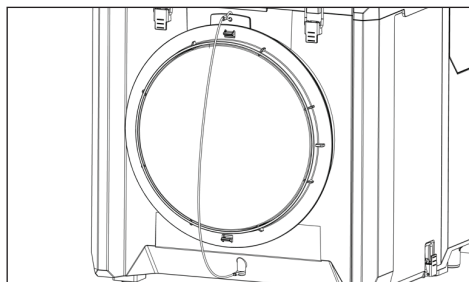

Fig. 7: Pokrywa wlotu powietrza (pozycja zamknięcia)
- Przed transportem należy zamknąć pokrywę wlotu powietrza (Rys. 7). Zapobiega to przedostawaniu się pyłu z otoczenia do otoczenia.